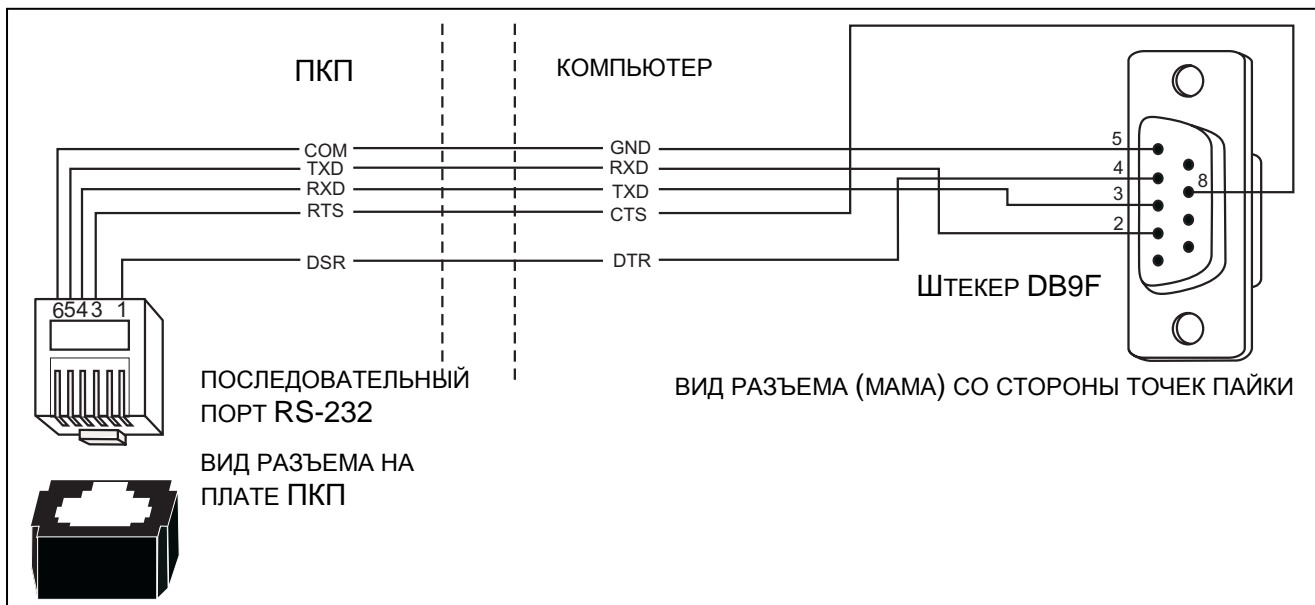

Рис. 17. Способ подключения компьютера к порту RS-232 ПКП
2. Подключить кабель к порту RS-232 ПКП и компьютера (рис. 17).